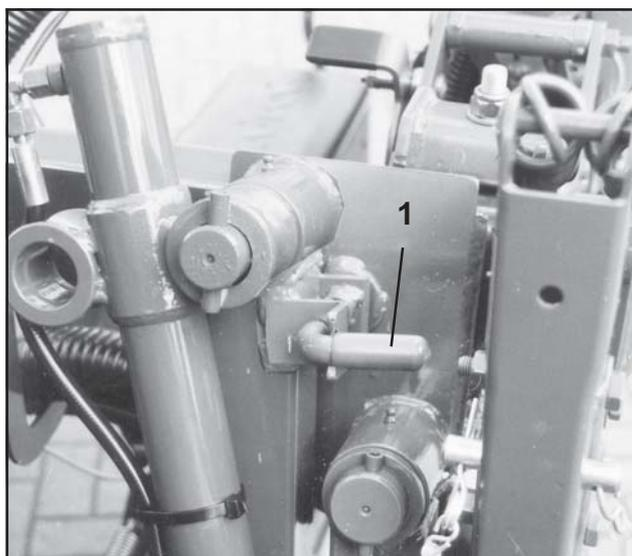

Fig. 6.4
- Pour **déverrouiller** l'axe (6.4/1) faites le pivoter comme à la fig. 6.4.